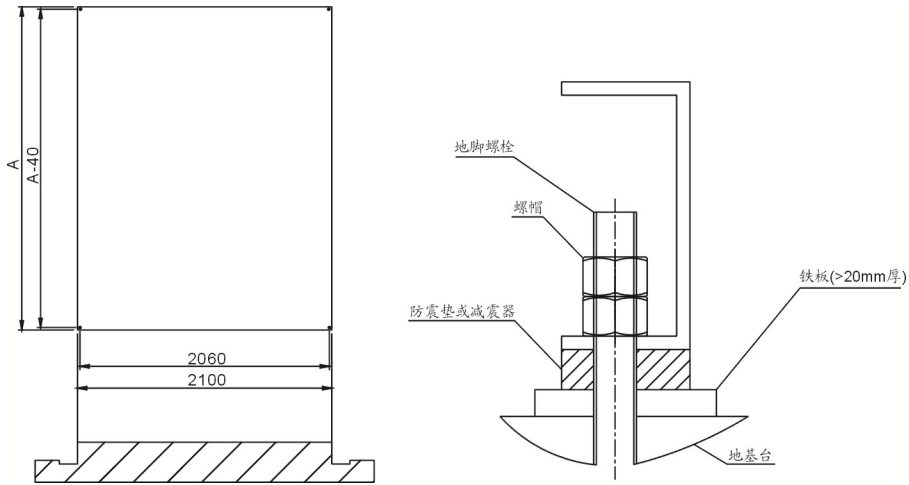

图 3-2: 机器安装基础图
- 1) 图 3-2 地脚尺寸图为单元模块，模块安装时须注意各实际安装孔位置尺寸。
- 2) 采用图 3-3 固定方式时，根据图 3-2 安装孔位置，基础上请预留地脚螺栓安装孔位或减震器安装用地脚螺栓孔。